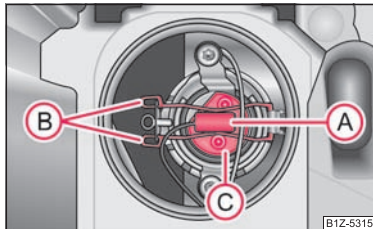

Abb. 196 Ausbau der Glühlampe für Fernlicht
- Ziehen Sie den Stecker (A) ⇒ Abb. 196 ab.
- Drücken Sie die Drahtbügel (B) in Richtung Scheinwerfer und dann haken Sie sie zur Seite aus.
- Nehmen Sie die Glühlampe (C) heraus und setzen Sie eine neue so ein, dass die Fixiernasen des Glühlampensockels in die Aussparungen am Reflektor passen.